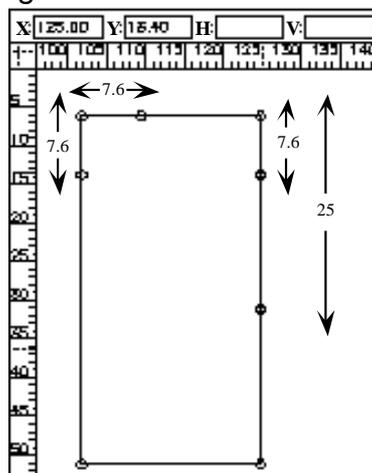

Figura 2-7.
10. Usando la herramienta Punto agregue puntos en combinación con el Snap Distancia como lo ilustra la Figura 2-7.